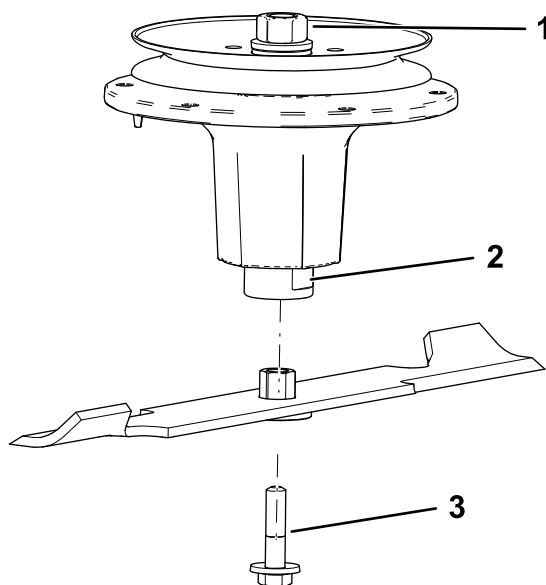

Figura 86
2. Instale el conjunto de buje/cuchilla en el eje (Figura 86).